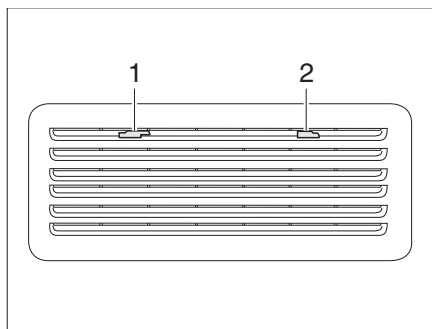

Bild 349 Kylskåpets ventilationsgaller (Thetford)
- Skjut spärren (Bild 349,1) till mitten.